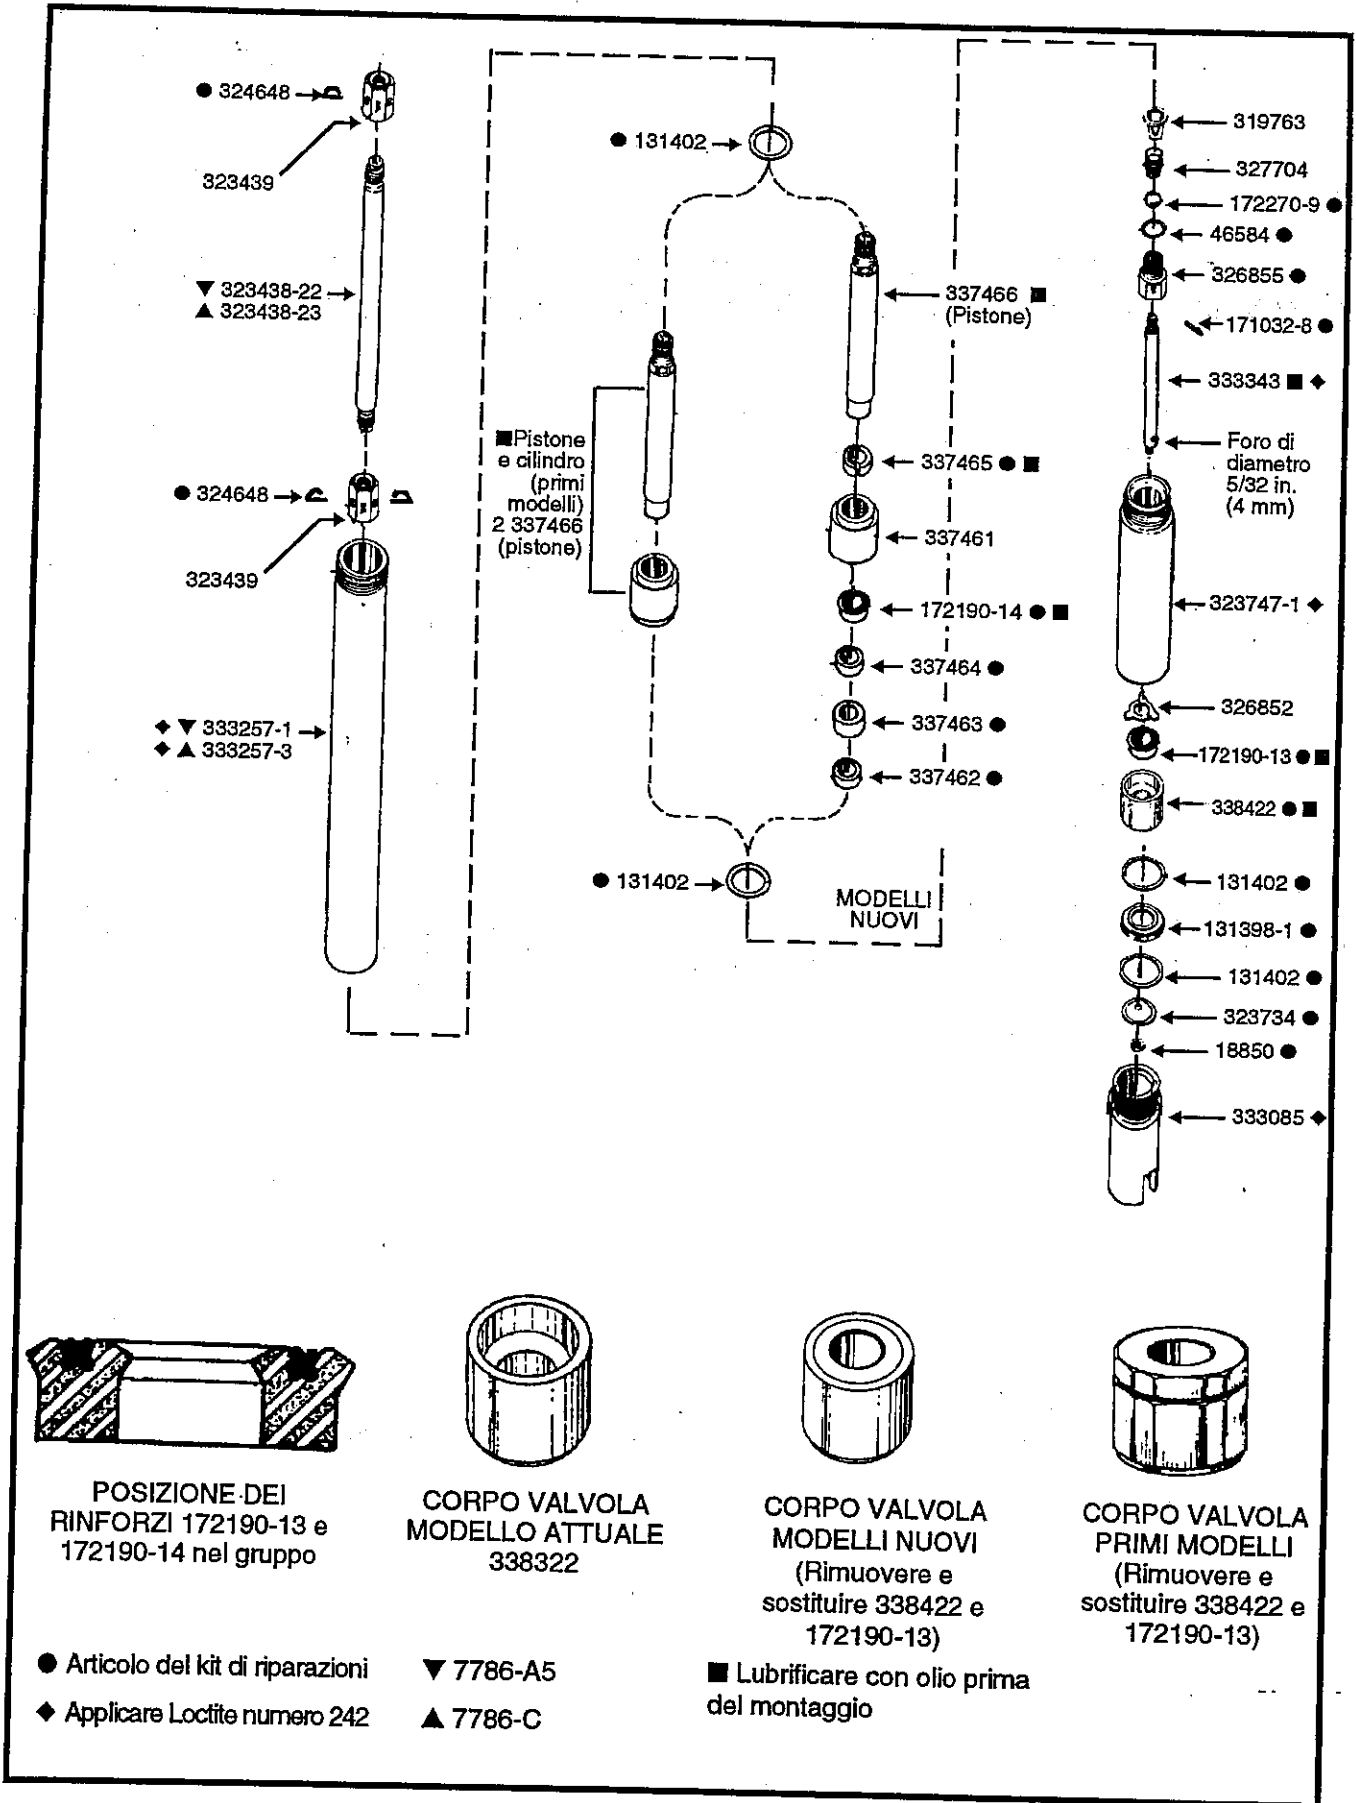

Figura 3: Componenti del gruppo tubo pompa
(Figura 3)
- NOTA:** sostituire con il corpo valvola 338422 e il rinforzo 172190-13 contenuti nel kit di riparazioni. Consultare la sezione inferiore della Figura 3.
394078 Per guarniture del tubo pompa inferiore (Figura 3)
ELENCO DELLE PARTI - Unità gruppo tubo pompa 333184-A1 (Figura 3)